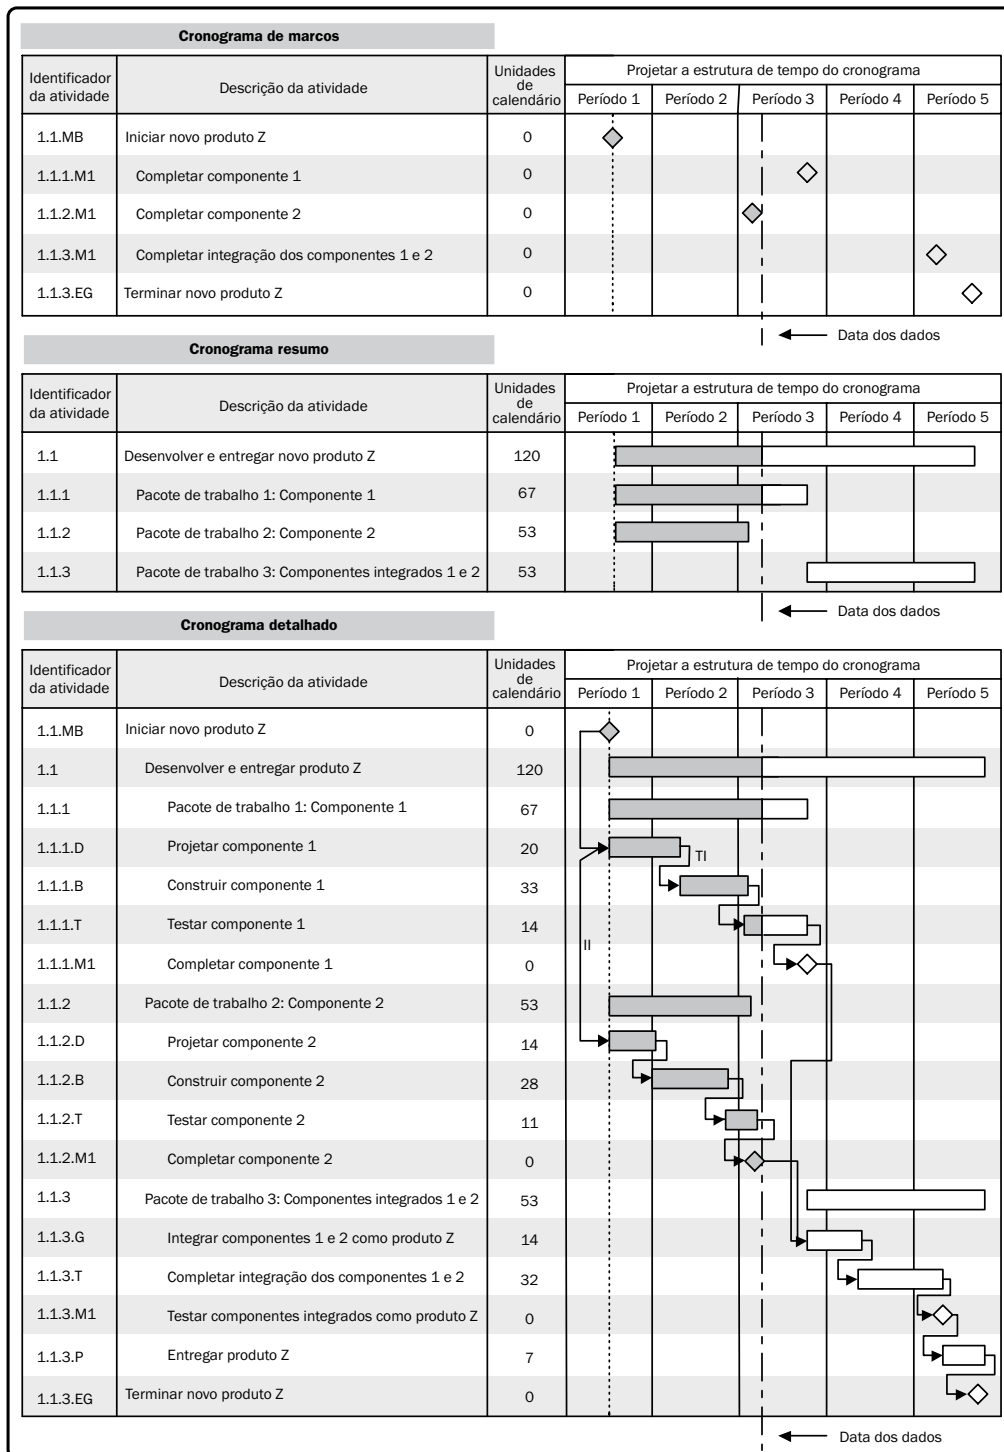

Figura 6-21. Exemplos de apresentações do cronograma do projeto
- **Gráficos de barras.** Esses gráficos, também conhecidos como Diagramas de Gantt, representam as informações do cronograma em que as atividades são listadas no eixo vertical, as datas são mostradas no eixo horizontal, e as durações das atividades aparecem como barras horizontais posicionadas de acordo com as datas de início e término. Os gráficos de barras são de leitura relativamente fácil e frequentemente são usados em apresentações gerenciais. Para controle e comunicação gerencial, a atividade de resumo mais ampla e mais abrangente, algumas vezes chamada de atividade sumariadora, é usada entre marcos ou através de múltiplos pacotes de trabalho interdependentes, sendo mostrada em relatórios de gráfico de barras. Um exemplo é a parte de resumo do cronograma da Figura 6-21 que é apresentada num formato estruturado como EAP.
- **Gráficos de marcos.** Esses gráficos assemelham-se aos gráficos de barras, porém identificam somente o início ou término agendado para as entregas mais importantes e interfaces externas chave. Um exemplo está representado no cronograma de marcos da Figura 6-21.
- **Diagramas de rede do cronograma do projeto.** Esses diagramas são geralmente apresentados no formato de diagrama de atividade no nó mostrando atividades e relações sem uma escala de tempo, às vezes chamados de diagrama de lógica pura, como mostrado na Figura 6-11, ou no formato de diagrama de rede do cronograma com escala de tempo, às vezes chamado de gráfico de barras lógico, como mostrado no cronograma detalhado da Figura 6-21. Esses diagramas, com informações sobre as datas das atividades, normalmente mostram tanto a lógica da rede do projeto como suas atividades de cronograma de seu caminho crítico. Esse exemplo também mostra como cada pacote de trabalho é planejado como uma série de atividades relacionadas. Outra apresentação do diagrama de rede do cronograma do projeto é um diagrama lógico com escala de tempo. Esses diagramas incluem uma escala de tempo e barras que representam a duração das atividades com as relações lógicas. É otimizado para mostrar as relações entre as atividades onde qualquer número de atividades pode aparecer na mesma linha do diagrama em sequência.
A Figura 6-21 mostra apresentações do cronograma para um projeto exemplo sendo executado, com o trabalho em progresso relatado pela data dos dados, um momento específico em que o andamento do projeto é registrado, que às vezes é também chamado de até a data presente ou data de andamento. Para um modelo de cronograma de projeto simples, a Figura 6-21 reflete apresentações do cronograma nas formas de (1) um cronograma de marcos como um gráfico de marcos, (2) um cronograma de resumo como um gráfico de barras, e (3) um cronograma detalhado como um diagrama de rede de cronograma de projeto. A Figura 6-21 também mostra visualmente as relações entre os três diferentes níveis de apresentação do cronograma.